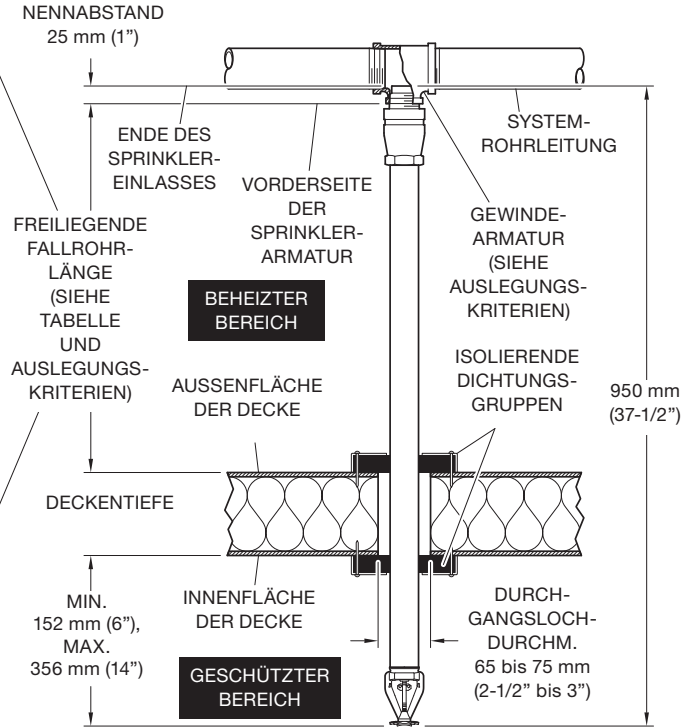

ABB. 3
Beim Einsatz von Trockensprinklern des Modells ESFR-17 um Bereiche mit Gefriertemperaturen zu schützen, die Abb. 3 und 4 verwenden, um die geeignete freiliegende Fallrohrlänge zu bestimmen, damit kein Wasser in den Anschlussrohren aufgrund von Kälte in der Leitung gefriert. Die freiliegende Fallrohrlänge muss von der Stirnfläche der Sprinkler-Armatur bis zur Außenfläche der Struktur oder Isolation, die dem beheizten Bereich ausgesetzt ist, gemessen werden.
Schritt 2. Den hängenden Trockensprinkler, Modell ESFR-17, in hängender Stellung (Abb. 3) installieren. Dazu den hängenden Sprinkler vorsichtig durch das Durchgangsloch schieben. Der Sprühteller des hängenden Sprinklers muss parallel zur Decke stehen.